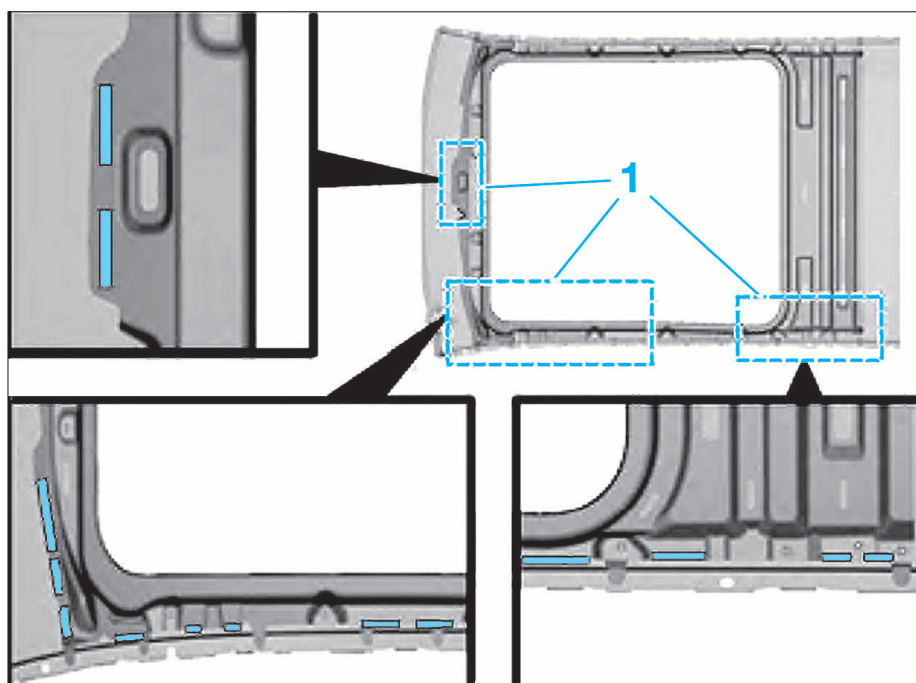

FIG. 48
- Appliquer de la colle dans les zones (1) des deux côtés du véhicule (Fig.48).